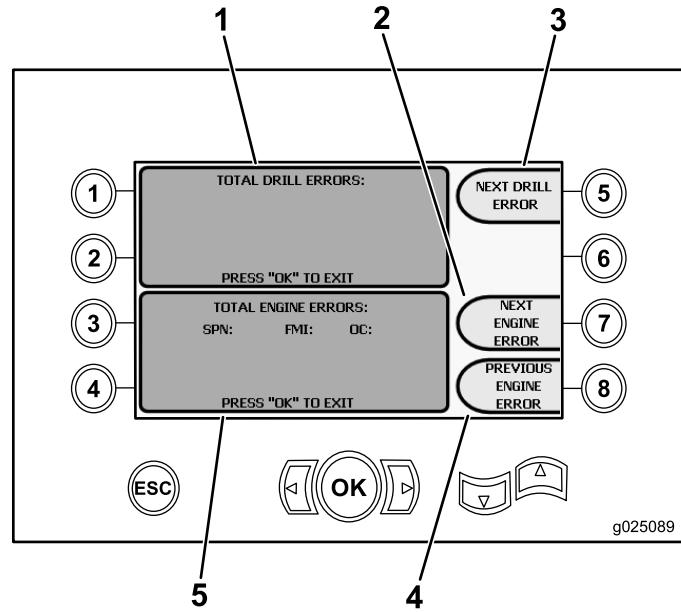

Figura 16
- Botón 3 – Leer códigos de error (Figura 16)
Si la pantalla muestra más de un error de perforación o de motor, pulse el botón 5 para ver el error de perforación siguiente, el botón 7 para ver el error de motor siguiente, o el botón 8 para ver el error de motor anterior (Figura 16).
**Nota:** Si no hay errores de perforación o de motor, pulse el botón OK para salir de esta pantalla (Figura 16).